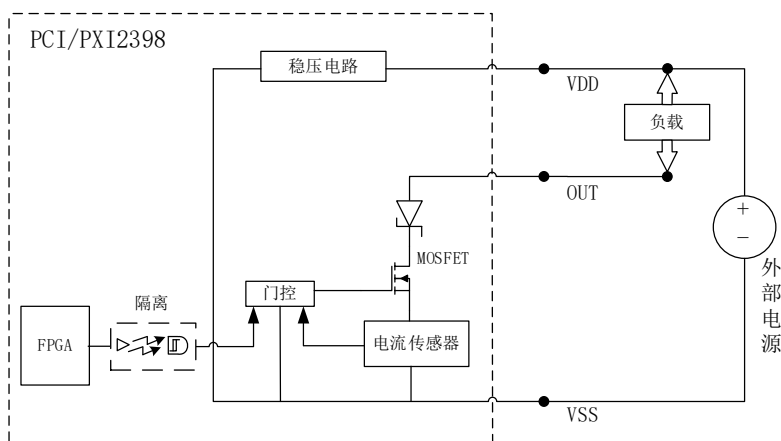

图 3-5-5 信号输出连接示意图
- 在对应输出通道上，将一个电阻连接至该通道的 VDD 引脚（即图 3-5-5 中负载），此时该通道的输出电平与空闲状态一致。